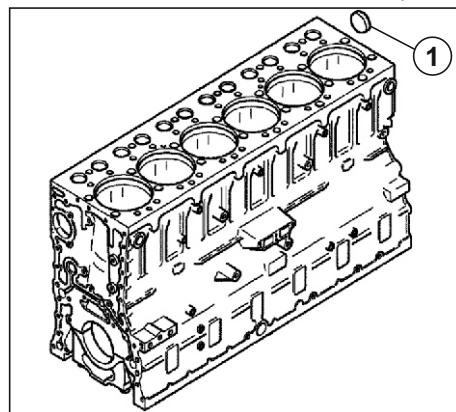

Рис. 43. Снятие заглушки.
1. При необходимости снять заглушку (**1**) (см. **Рис. 43**).